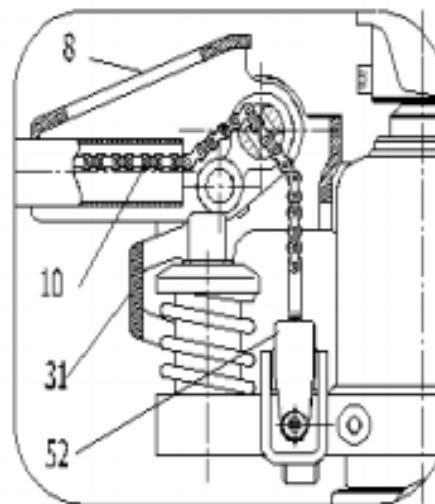

Рис. 2
4. Пропустите цепь 10 трубки рукоятки через отверстие стержня поршня 23. (см. рис. 2)
5. Закрепите винт и гайку на конце цепи 10 в проем пластины 52. (см. рис. 2, 4)
*P.S. Если у Вас возникли трудности при сборке, просим обратиться в наш сервисный отдел по телефону: 8 (495) 775-72-19.*